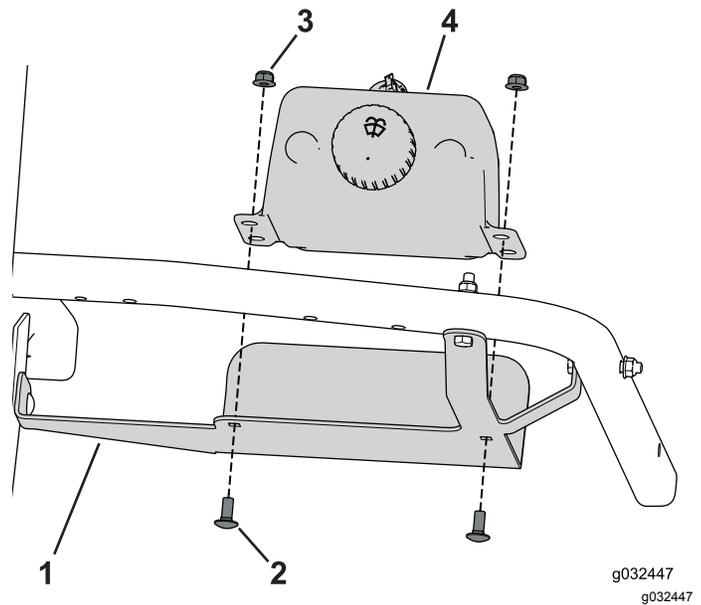

Figura 31
3. Utilizzate i 2 bulloni a testa tonda (5/16" x 3/4") e i dadi flangiati per fissare il serbatoio di lavaggio alla staffa (Figura 31).